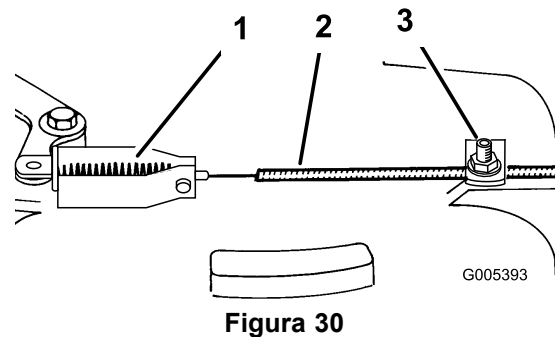

Figura 30
3. Afloje el tornillo de la abrazadera hasta que se deslice el conducto del cable del freno (Figura 30).